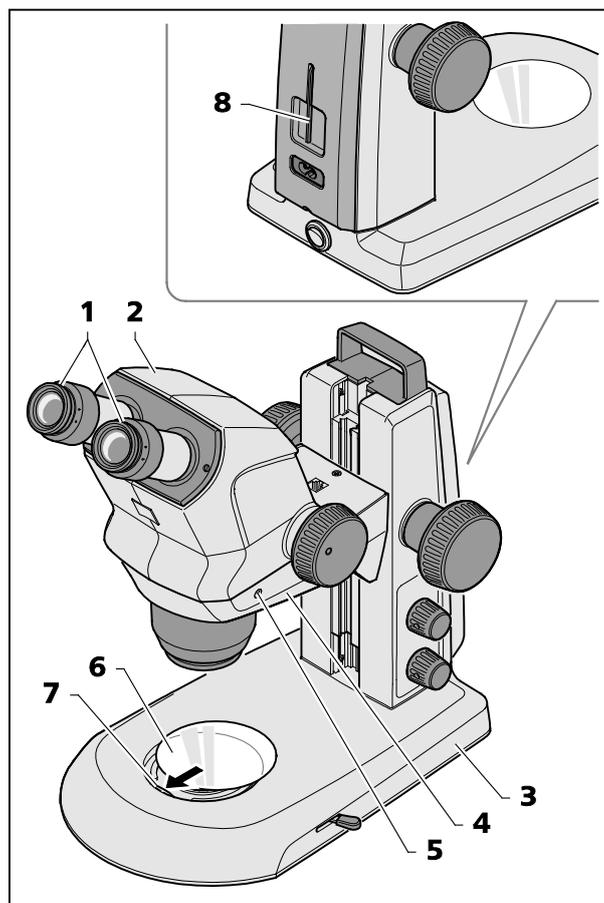

図 6 双眼実体顕微鏡の設置
- スタンド (図 6/3) を水平かつ固いベースの上に置きます。
- Stemi 508 本体 (図 6/2) をまだ取り付けていない場合、これをStemi キャリア (図 6/4) に挿入し、位置を調整し、固定ネジ (図 6/5) で固定します。
対応する六角棒レンチ (図 6/8) は機器背面のホルダーの中にあります。
- 2個の接眼レンズ (図 6/1) をまだ取り付けていない場合、これらを接眼レンズホルダーに差し込みます。
- ガラスプレートまたはプラスチックプレート (黒/白) (図 6/6) をスタンドベースのマウントにセットします。この時、ガラスプレートまたはプラスチックプレート (黒/白) をスプリング (図 6/7) に押し付けてかみ合わせます。